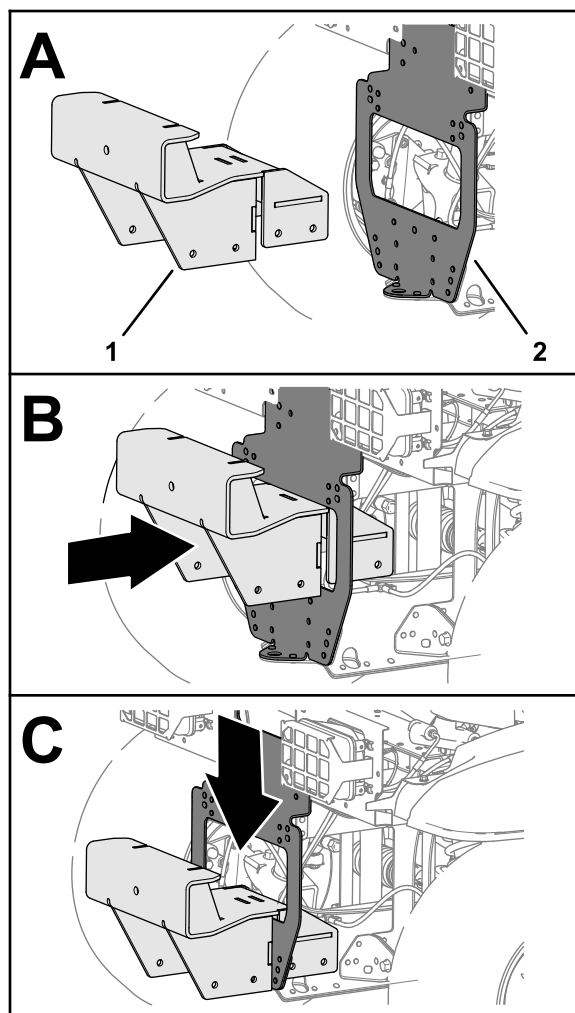

Figura 48
1. Instale el soporte del recogepelotas en el soporte del parachoques, como se muestra en la Figura 48.